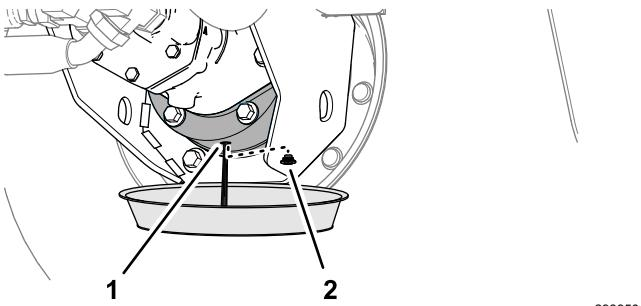

Figura 88
6. Coloque um recipiente de escoamento debaixo da caixa do travão, retire o tampão de escoamento e deixe o lubrificante drenar completamente (Figura 88).